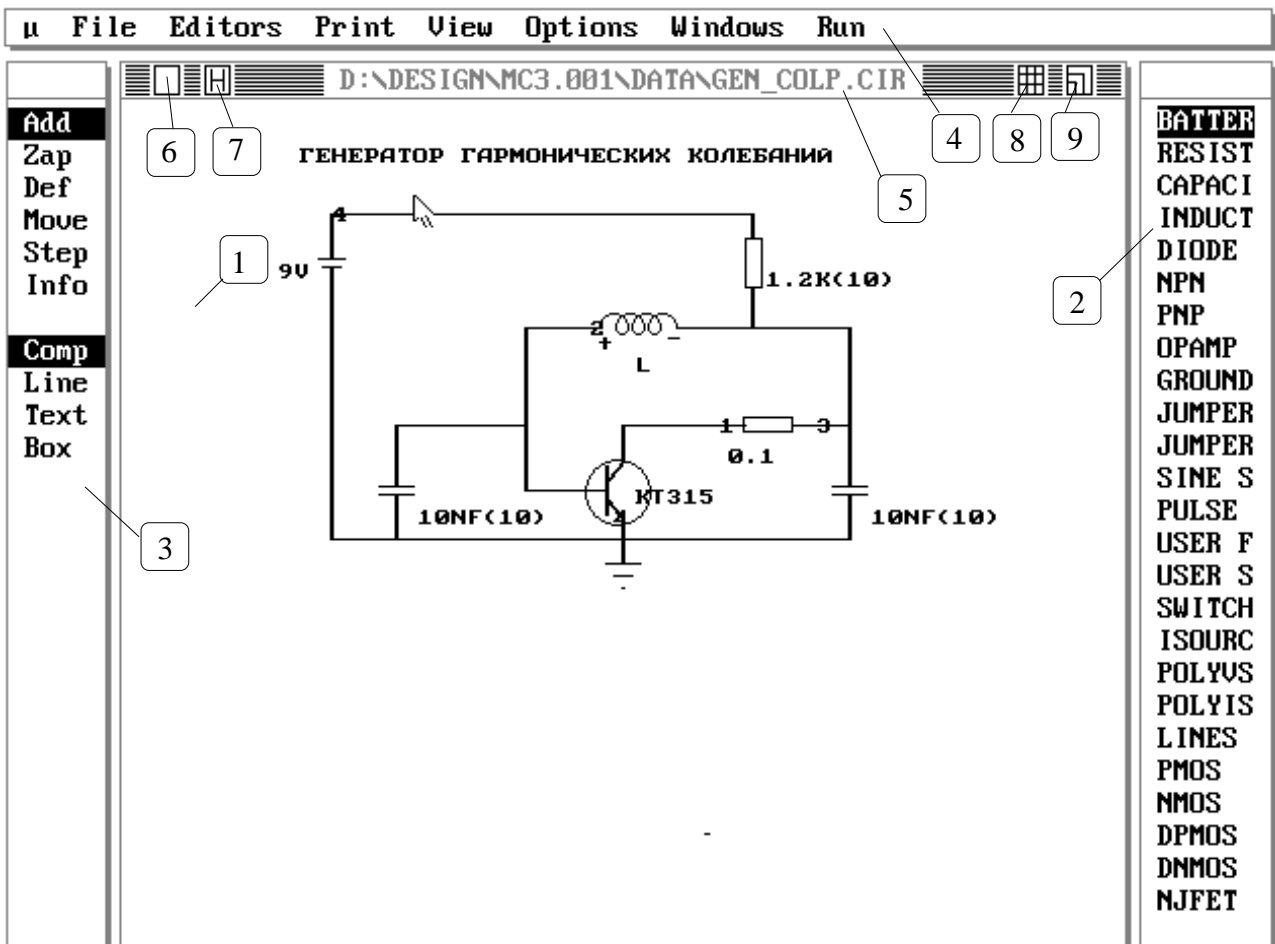

Рисунок 5.1 – Интерфейс программы MicroCAP-3 в режиме редактора схемы
Внешний вид экрана редактора схемы представлен на рис. 5.1. Экран дисплея при работе с программой MicroCap-3 в режиме редактора схем разбит на три основных окна. Главное окно (1), в котором изображается чертеж схемы, выводятся результаты расчетов и другая информация, находится в центре экрана. Слева от него располагается окно команд графического редактора (3), справа – окно компонентов схемы (2). В верхней части экрана размещается горизонтальная строка-меню (4). В заголовке главного окна (5) находится название анализируемой цепи (имя файла схемы). Кроме того, в заголовке каждого рабочего окна присутствуют, помимо названия, кнопки управления окном в виде квадратиков (6)-(9). Закрытие активного окна осуществляется подведением курсора к «пустому» квадратику (6) в левом верхнем углу и нажатием левой кнопки манипулятора «мышь» (в дальнейшем просто мышь) или клавишей <Esc>.